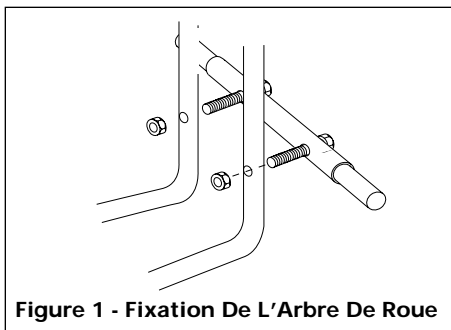

Figure 1 - Fixation De L'Arbre De Roue
2. Mettre la pompe d'aplomb et la tenir en bon équilibre. Attacher l'arbre de roue aux jambes de la charrette en enfonçant les boulons montés d'avance dans les trous situés sur les jambes de la charrette. Fixer avec un écrou de 1/4 po-20 sur chaque boulon. Serrer avec une clé de 7/16 po (Voir Figure 1).